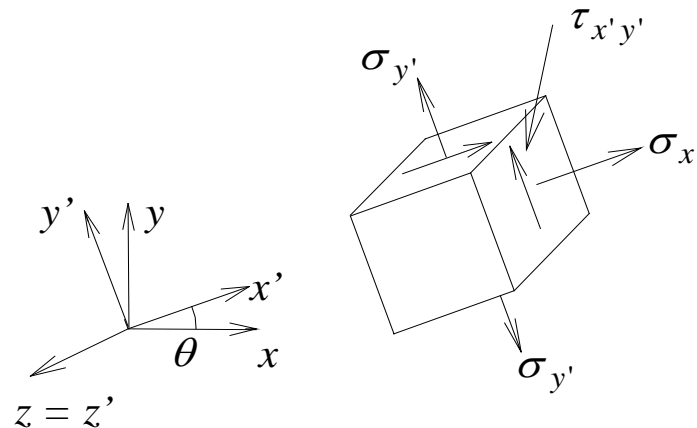

Figura 3
Tarefa: Mostre que se girarmos este elemento de um dado ângulo θ (digamos, no sentido anti-horário) em torno da direção principal de tensão $\vec{n} = (0,0,1) = \vec{e}_z$, as componentes de tensão que irão surgir no novo elemento (com faces paralelas aos novos eixos x' e y' , conforme ilustra a figura 3 abaixo) serão dadas por:
As equações (2) recebem o nome de equações de transformação de tensão e também são encontradas em quase todos os livros de resistência dos materiais e afins (note, porém, que elas só podem ser utilizadas se a rotação for em torno de uma direção principal, como indicado na figura 3).